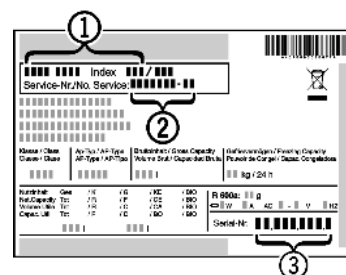

Fig. 5
- ▶ Očitajte naziv uređaja Fig. 5 (1), servisni broj Fig. 5 (2) i serijski broj Fig. 5 (3) s tipske pločice. Tipska pločica nalazi se na lijevoj unutarnjoj strani uređaja.
- ▶ Obavijestite službu za kupce i javite im kvar, naziv uređaja Fig. 5 (1), servisni broj Fig. 5 (2) i serijski broj Fig. 5 (3).